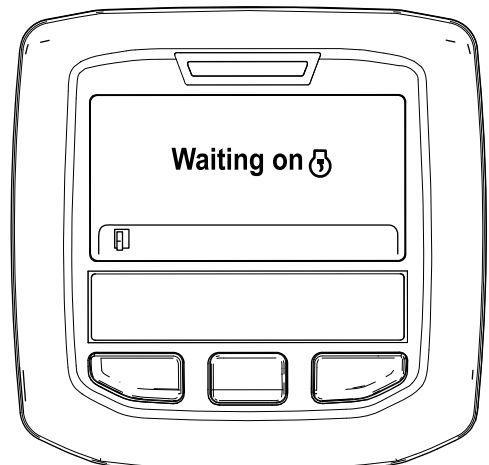

Figura 49
- B. Surge a mensagem "Waiting on [engine icon]" (À espera de) (Figura 49).